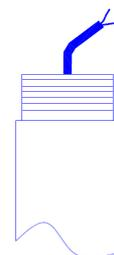

Рисунок 2.2 – Монтажная труба.
2. Проложите питающий кабель внутри трубы, на которую будет произведен монтаж светильника ЗОМ (А) так, чтобы конец кабеля, предназначенный для подключения, выходил со стороны резьбового соединения трубы (рисунок 2.2). Электропитание на кабеле должно быть отключено.